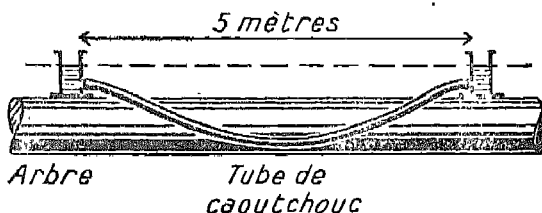

Fig. 14. — Niveau d'eau d'atelier.
*Description.* — Deux fioles identiques, en verre, portent chacune une tubulure à leur partie inférieure. Un long tube en caoutchouc (plusieurs mètres de longueur) relie ces deux tubes (fig. 14).